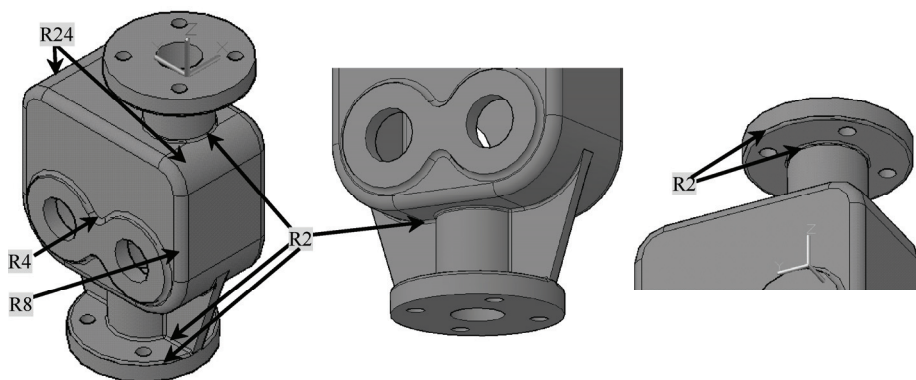

图 14-38 实体到圆角
23) 单击“实体”选项卡, 在“实体编辑”面板中单击“对边加圆角”命令(实体倒角), 按图示尺寸倒圆角, 如图14-38所示。